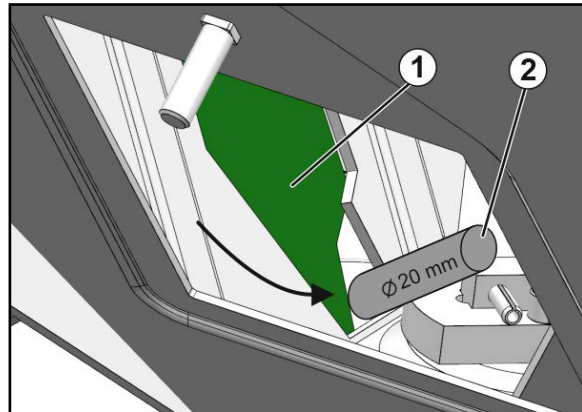

Fig. 97
2. Schieberstellung 11 über die Stellhebel einstellen (Fig. 97/1).